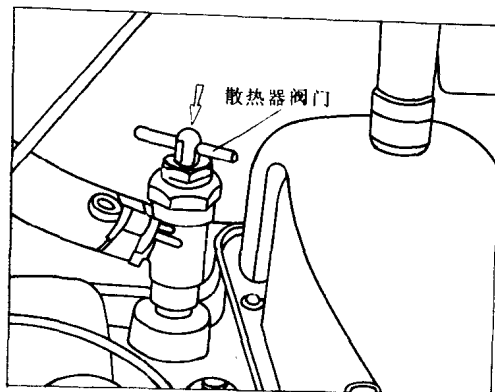
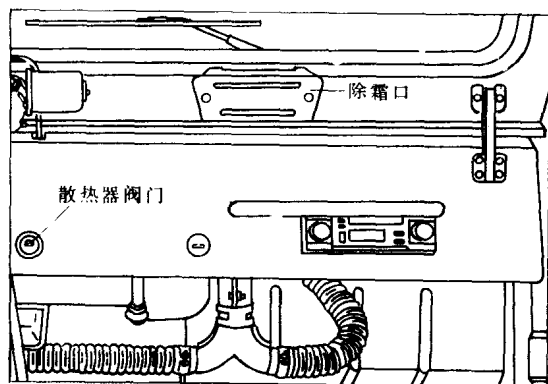

图 1-12 暖风装置散热器阀门
图 1-13 除霜器开关
9. 暖风装置 暖风装置散热器阀门(图 1-12)位于发动机气缸盖上,冬季打开阀门,让发
10. 除霜器开关(图 1-13) 用来开动鼓风电动机,以便清除前风窗上的雾及冰霜。当点火开关处在通电位置时,开关才起作用。打开暖风装置散热器阀门(图 1-12)将开关拉出时,鼓风电动机运转,暖空气从除霜口流出(图 1-13)。